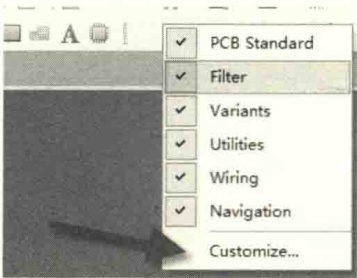

图 6-6 执行“Customize...”命令
(1) 在菜单栏空白处单击鼠标右键，执行“Customize...”命令，如图 6-6 所示。